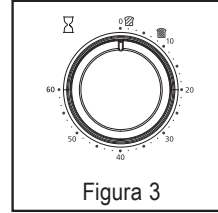

Figura 3
- 4. Perilla de control de tiempo con campanilla indicadora** - Fija el tiempo de cocción hasta un máximo de 60 min. Apaga automáticamente el horno al finalizar el tiempo de cocción. (Ver la Figura 3)